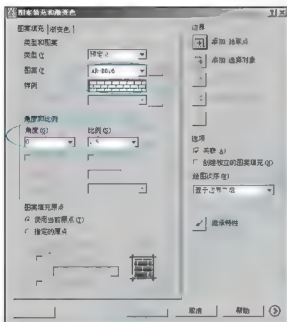

图 4.72 【图案填充和渐变色】对话框
② 单击【确定】按钮返回【图案填充和渐变色】对话框, 则【图案】文本框内为【AR-B816】选项, 如图 4.72 所示。
③ 将角度设置为“0”, 表示填充时不旋转填充图案, 将比例设置为“1.5”, 表示填充时将图案放大 1.5 倍, 如图 4.72 所示。